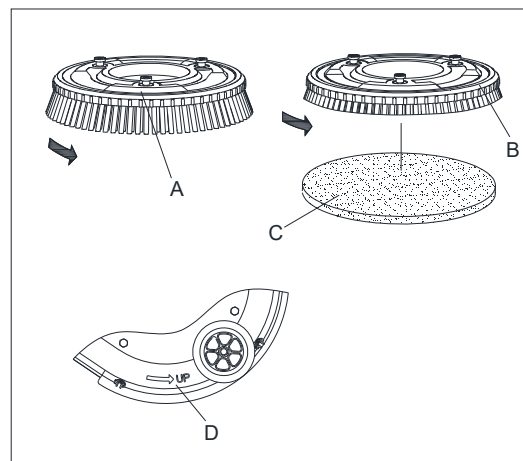

Figura 4
Installare adeguate spazzole (A, Figura 4) o pad (B e C, Figura 4) a seconda del tipo di pavimento da pulire.
2. Posizionare il supporto per spazzole / cuscinetti sul pavimento sotto il mozzo della spazzola e allinearne al centro, quindi ruotare il portaspazzole / cuscinetti nella direzione (D come in Figura 4) per installarlo manualmente.
3. Premere il pulsante Avvio (38 come in Figura 2) sul pannello di controllo, sollevare le spazzole (9 come in Figura 2) dal pavimento, quindi premere il pulsante di rilascio delle spazzole (40 come in Figura 2) per rilasciare automaticamente le spazzole. Ruotarle in direzione opposta (D come in Figura 4) per smontare manualmente il portaspazzole / cuscinetti.